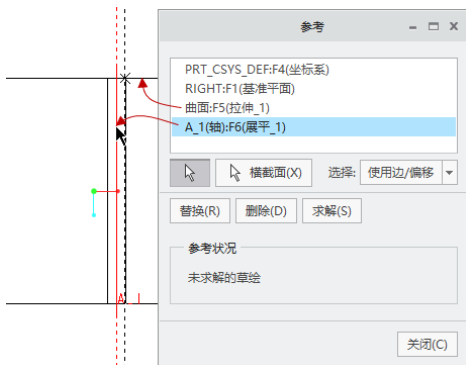
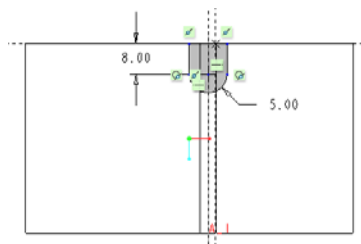

图 1-263 指定参考
图 1-264 绘制剖面
(3) 在“草绘”选项卡的“设置”组中单击（参考）按钮，系统弹出“参考”对话框，增加选择图 1-263 所示的两个参考，然后在“参考”对话框中单击“关闭”按钮。接着绘制图 1-264 所示的剖面，单击（确定）按钮。